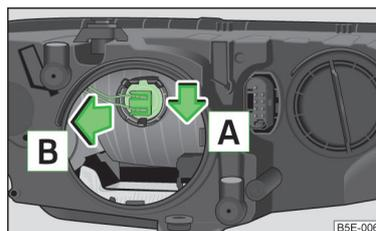

Abb. 222
- Den Stecker mit der Glühlampe durch das Verschieben nach unten in Pfeilrichtung **A** » Abb. 222 und in Pfeilrichtung **B** herausziehen.